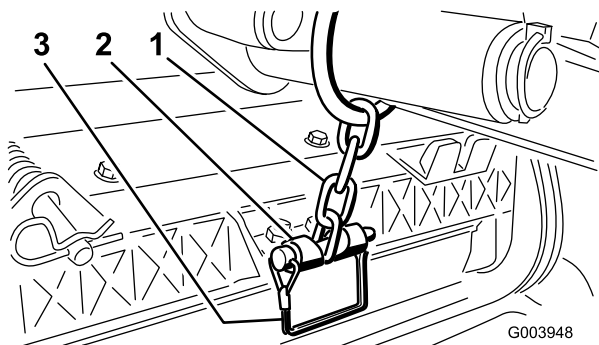

Figure 10
13. Fixez la chaîne du bras de levage au support de la chaîne avec la goupille à fermoir (Figure 10).